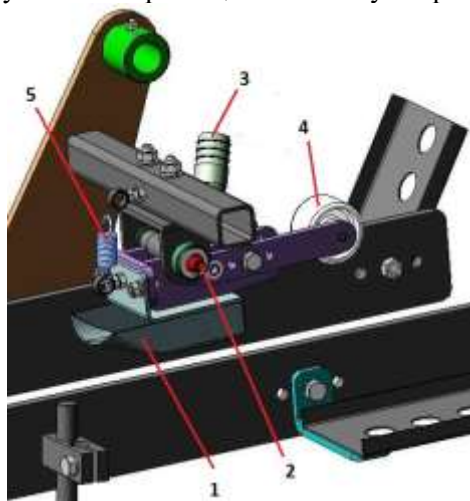

Рисунок 4 – Механизм подачи воды
3.5 Механизм подачи воды (рисунок 4) состоит из ковша 1, закрепленного при помощи оси 2 на секции. Вода подается в ковш от емкости по шлангам с кранами через патрубок 3. Спереди закреплен ролик 4. При вращении лункообразующего колеса его зуб набегают на ролик 4. Ролик перемещается вверх и поворачивает на оси ковш 1 вниз – происходит подача порции воды в лунку. При сбегании ролика с зуба колеса, возврат ковша в исходное положение производится пружиной 5. Ролик можно перемещать ближе или дальше от лункообразующего колеса путем перестановки на другие отверстия корпуса ковша. Момент подачи воды можно регулировать поворотом ролика путем его перемещения по пазу вверх или вниз